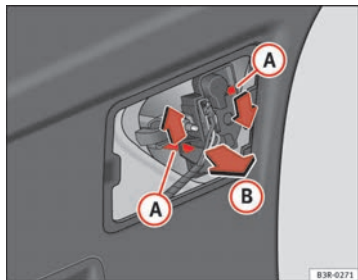

Abb. 235 Lampenträger ausbauen
- Drücken Sie in Pfeilrichtung auf die Laschen A ⇒ Abb. 235 und nehmen Sie den Lampenträger gemäß dem Pfeil B heraus.